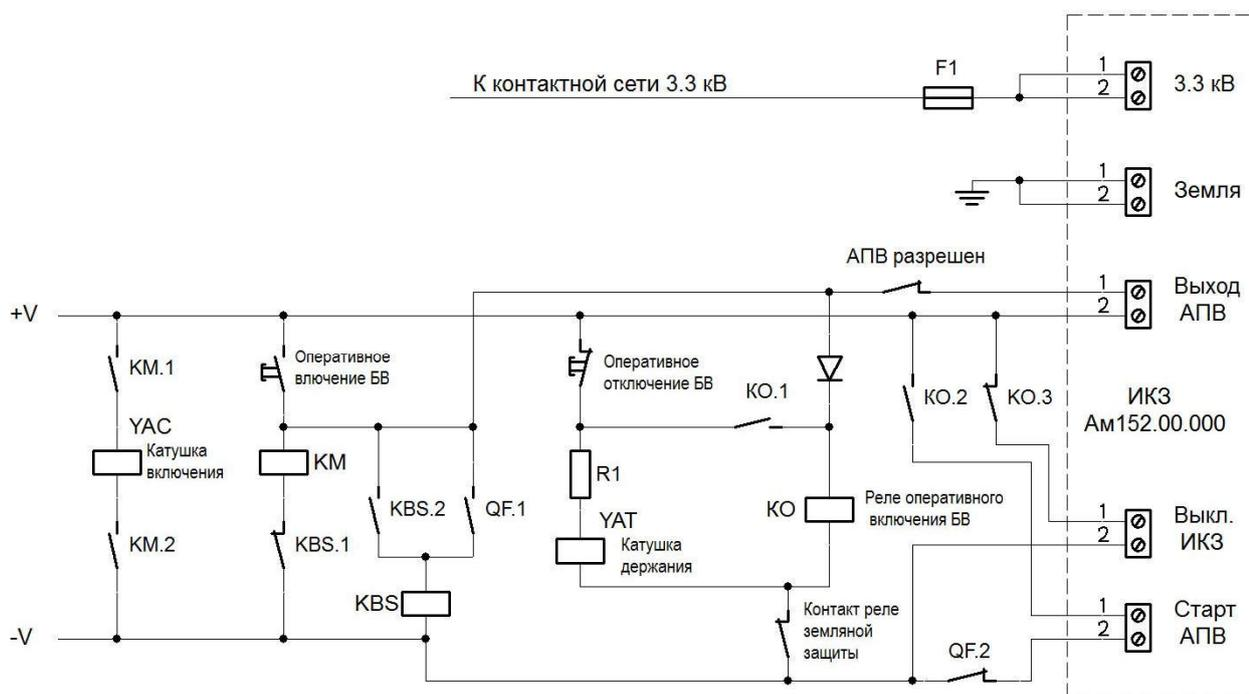

Рис.3 Пример подключения ИКЗ для реализации функции АПВ.
6.5 Подсоединение ИКЗ к контактам с высоким напряжением должно осуществляться высоковольтным проводом через высоковольтный предохранитель в соответствии со схемой Рис.3.